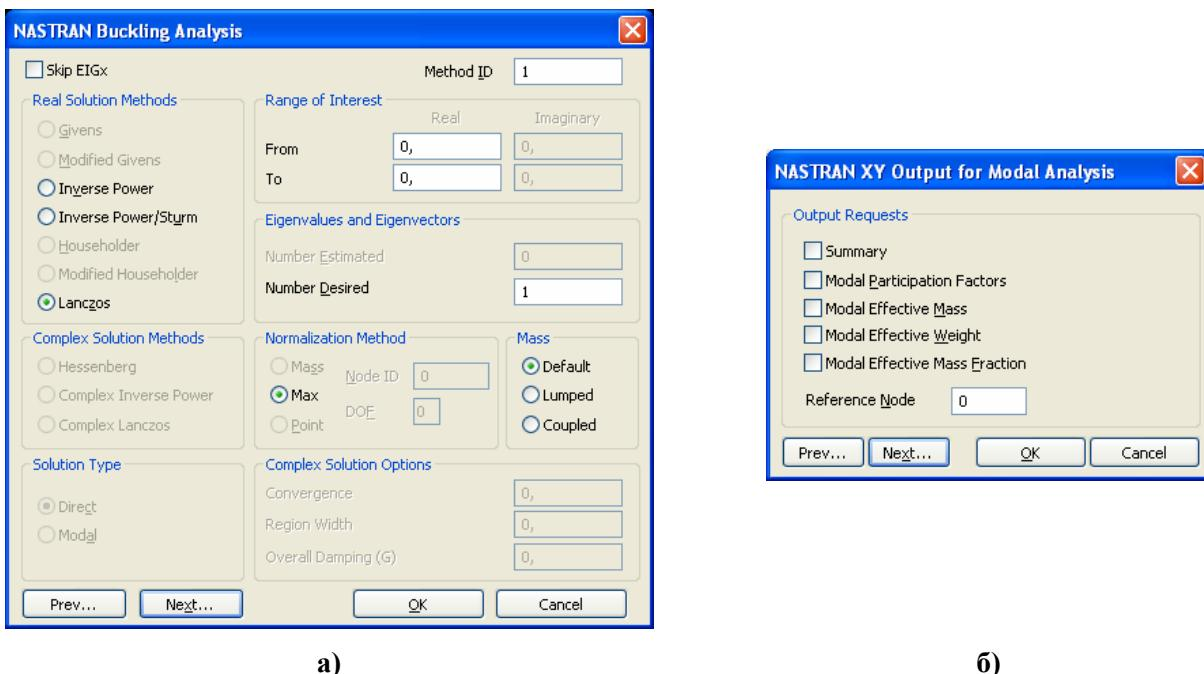

Рис.6.13. Диалоговые панели для настройки: а) – анализа потери устойчивости; б) – вывода информации во вспомогательный файл *.f06
- в разделе „Options” панели „Analysis Set Manager” появятся два подраздела: „**Modal/Buckling**” и „**Modal XYPlot**”, настраиваемые с помощью диалоговых панелей „**NASTRAN Bulking Analysis**” и „**NASTRAN XY Output for Modal Analysis**” соответственно (см. рис.6.13);
- на диалоговой панели „**NASTRAN Bulking Analysis**” (см. рис.6.13-а) в секции „**Real Solution Methods**” нужно выбрать один из методов (**Lanczos**, **Inverse Power** или **Inverse Power/Sturm**) для нахождения нескольких собственных частот (форм потери устойчивости), количество которых устанавливается в поле „**Number Desired**” секции „**Eigenvalues and Eigenvectors**”. В секции „**Range of Interest**” в полях „**From**” и „**To**” можно указать диапазон
- на диалоговой панели „**Nastran XY Output for Modal Analysis**” (см. рис.6.13-б) в секции „**Output Request**” можно инициировать опции „**Summary**”, „**Modal Participation**”, „**Modal Effective Mass**”, „**Modal Effective Weight**” и „**Modal Effective Mass Fraction**”, указывающие, какие сведения выводить во вспомогательный файл ***.f06**. Если в поле „**Reference Node**” указать номер узла, существующего в модели, то сведения будут выводиться в системе координат этого узла (иначе – в декартовой системе);